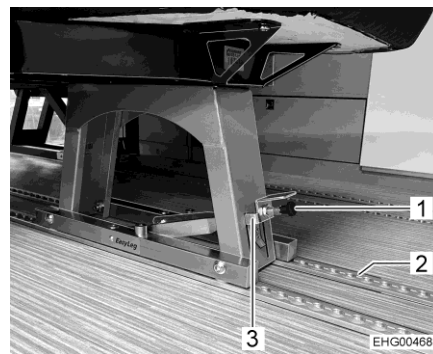

Bild 7 Enkelsäte (ospärrat)
- När enkelsätet eller dubbelsätet är placerat i skenan (Bild 7,2) eller är förskjutet till önskad position: Dra det svarta handtaget (Bild 7,1) i riktning framåt.
- **Tryck ned metallbygeln (Bild 7,3).**